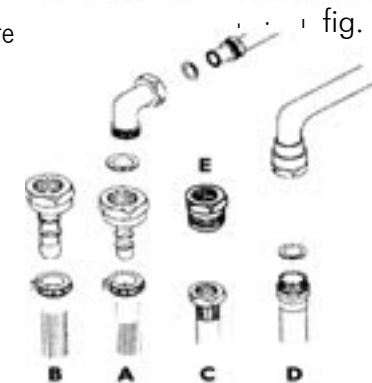

fig. 3
5. L'Espagne, l'Italie, le Portugal, le Luxembourg, l'Allemagne la Grèce autorisent le raccordement au moyen d'un about et d'un tuyau souple comme indiqué en B (fig. 3). Pour ces pays les abouts doivent être conformes aux normes nationales en vigueur. Pour le Danemark, les Pays Bas, l'Irlande le raccordement est obligatoirement réalisé en utilisant la pièce E (fig. 3) et des tuyaux flexibles comme indiqué en C (fig.3) ou des tubes rigides. Ce type de raccordement peut aussi être utilisé en Espagne, en Italie, au Portugal, en Grèce et au Luxembourg. L'Angleterre le raccordement comme indiqué en D. fig. 3. En France, le raccordement au gaz naturel doit être obligatoirement réalisé en utilisant soit un tuyau flexible avec embout comme indiqué en C, soit un tuyau rigide. Le raccordement au gaz butane se fera au moyen d'un tuyau NF-gaz auquel vous ajouterez un collier. En aucun cas, le tuyau d'alimentation ne doit passer derrière le four, ni être en contact avec les parois adjacentes. Après que le raccordement ait été effectué, il faut en vérifier l'étanchéité. Pour ce faire appliquez sur le tuyau un liquide moussant. Aucune bulle ne doit apparaître. S'il y a des bulles, il convient de vérifier le serrage de l'écrou de raccordement ou éventuellement l'état du joint. Avant la première utilisation, assurez vous qu'il ne reste aucun matériel d'emballage sur votre cuisinière.